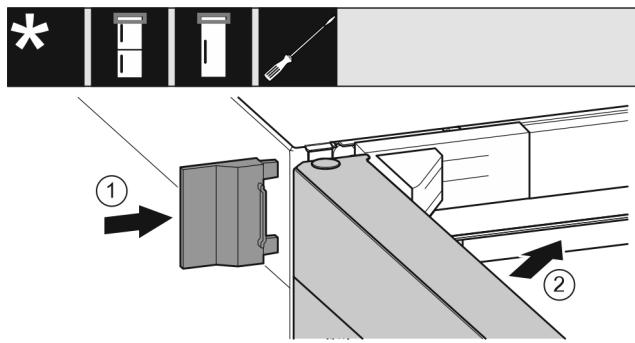

Fig. 28
- ▶ Надвиньте внешнюю крышку Fig. 28 (1).
- ▶ Закройте верхнюю дверь Fig. 28 (2).